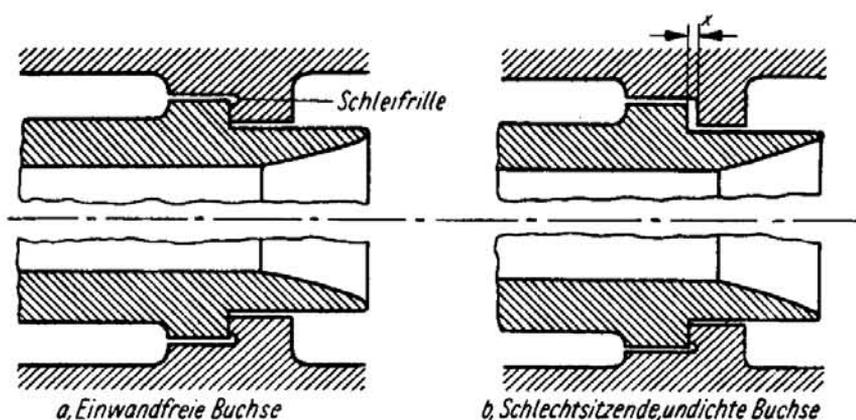

Bild 71. Schieberbuchse im Schieberkasten
- Dichtflächen der Schieberbuchse undicht** Wenn die Dichtflächen an den Schieberbuchsen und im Schieberkasten nicht je für sich, sondern unmittelbar im Schieberkasten aufeinander geschliffen werden, stehen die Dichtflächen der Buchse häufig nicht rechtwinklig zur Bohrungsachse des Schieberkastens. Die Dichtflächen sind oben bereits bis auf den Grund der Schleifrinne abgeschliffen, während unten die Schleifrinne noch bis zu 1,5 mm Tiefe vorhanden ist (Bild 71).
Wird der Ausströmkasten angebaut, dann liegen die Dichtflächen der Schieberbuchsen im unteren Teil fest an, während sie sich oben gar nicht berühren (Abstand x in Bild 71). Diese Schieberbuchse ist stark undicht.
gemeinen Bauart (Bild 71).